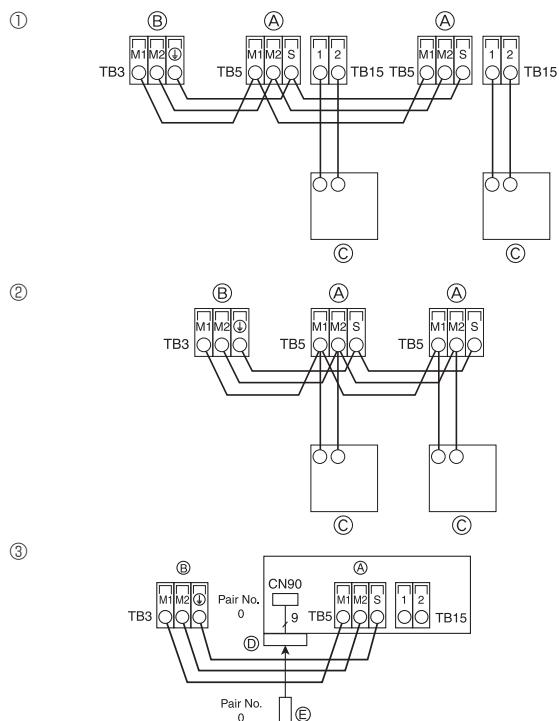

Fig. 4-8
4.4. Подключение пульта дистанционного управления, внутреннего и наружного кабеля передачи (Fig. 4-8)